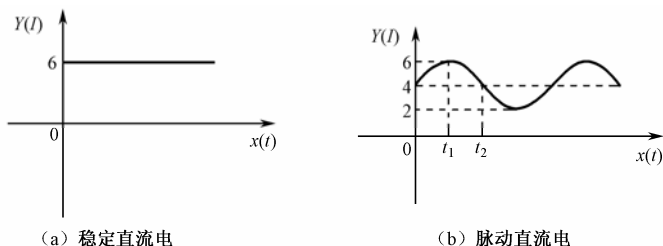

图 1-18 直流电波形图
稳定直流电是指方向固定不变并且大小也不变的直流电。一个稳定直流电的例子如图 1-18 (a) 所示，稳定直流电的电流  $I$  的大小始终保持恒定（始终为  $6\text{mA}$ ），在图中用直线表示；直流电的电流方向保持不变，始终是从电源正极流向负极，图中的直线始终在  $X$  轴上方，
**脉动直流电是指方向固定不变，但大小随时间变化的直流电。**脉动直流电如图 1-18 (b) 所示，从图中可以看出，脉动直流电的电流  $I$  的大小随时间作波动变化(如在  $t_1$  时刻电流为  $6\text{mA}$ ，在  $t_2$  时刻电流变为  $4\text{mA}$ )，电流大小波动变化在图中用曲线表示；脉动直流电的方向始终不变(电流始终从电源正极流向负极)，图中的曲线始终在  $X$  轴上方，表示电流的方向始终不变。